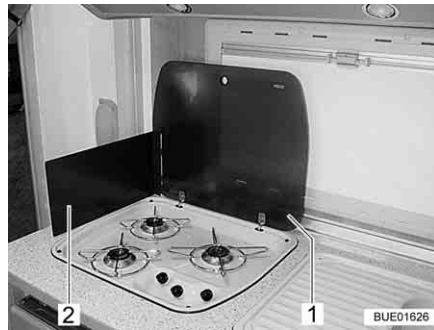

Fig. 206 Fogão a gás
- Abra a tampa do fogão a gás (Fig. 206,1).
- Dependendo do modelo, desdobre a proteção contra chama (Fig. 206,2) ou levante-la.